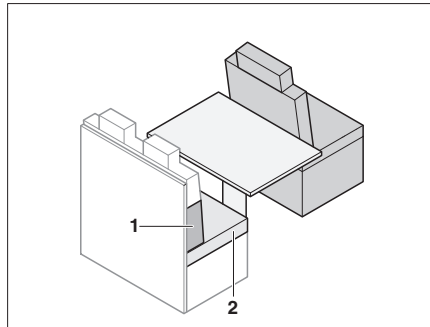

Fig. 190 Antes de la transformación
- Quitar el cojín del asiento (Fig. 190,2).
- Poner el cojín del respaldo (Fig. 190,1) entre el cojín del asiento y la pared dorsal. Tener en cuenta la forma de cuña.